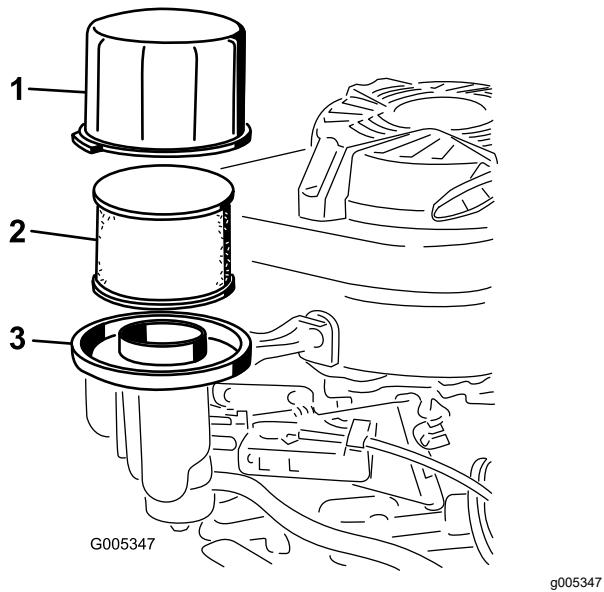

Figura 20
3. Retire la tapa y límpiala a fondo (Figura 20).
4. Retire el pre-limiador de gomaespuma y el filtro de aire de papel de la base del limpiador de aire (Figura 20).